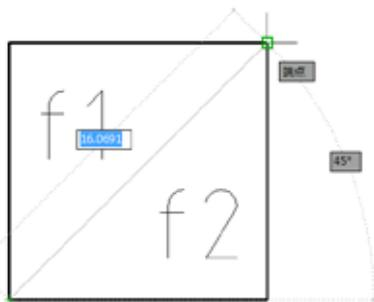
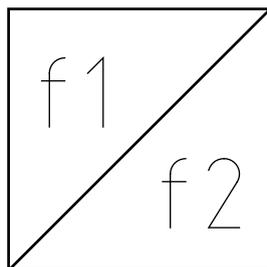

图3-11 捕捉右上方端点
图3-12 绘制直线
- 04 捕捉右上方端点为直线第二点，如图3-11所示，按Enter键结束，即可使用对象捕捉功能绘制直线，如图3-12所示。